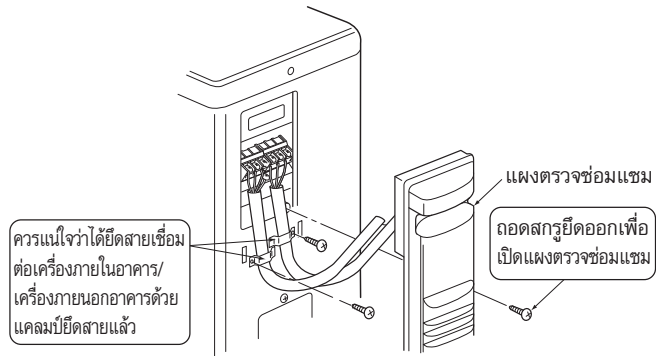

Fig. 5-3
5.1. เครื่องภายนอกอาคาร (Fig. 5-1, Fig. 5-2, Fig. 5-3, Fig. 5-4)
- ① ถอดแผงตรวจสอบซ่อมแซมออก
- ② เดินสายตามที่แสดงใน Fig. 5-1, Fig. 5-2, Fig. 5-3 และ Fig. 5-4